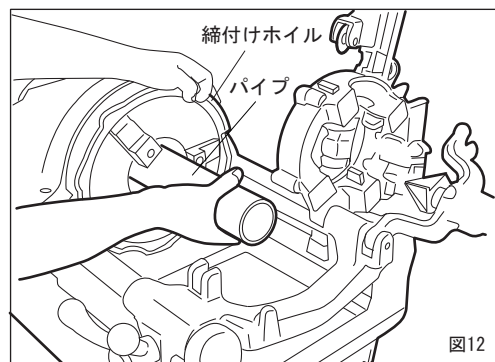

図12
6. パイプの取付け、取外し (図12)
- ① スクロールおよびチャックをパイプ径より大きく開き、パイプをスクロール側から差し込んでください。(短管の場合はチャック側から差し込みます。)
- ② スクロールを締めてから、右手でパイプを支え左手でチャックを軽く締めてパイプにチップをよくそわせてから強くパイプを締め付けます。
- ③ パイプの取外しは、反動をつけて締め付けホルを逆方向に回せばチャックが緩みます。次にスクロールを緩めてパイプを取外してください。
■短管ねじ切りのパイプのつかみ方 (図12)